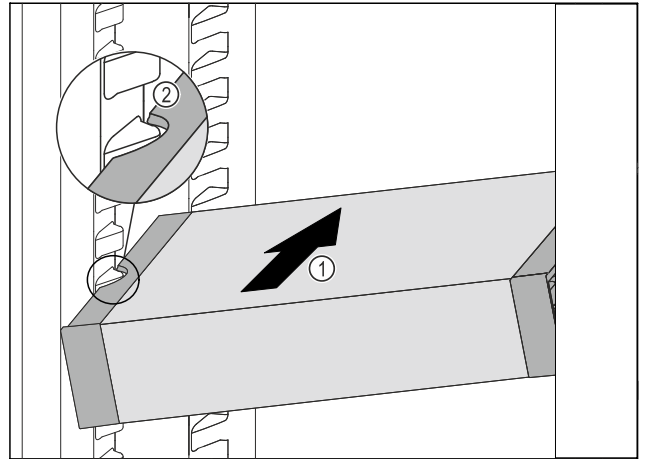

Fig. 114
► 将 VarioSafe 斜插入冷藏区中 Fig. 114 (1)，直至 VarioSafe 的侧部凹槽 Fig. 114 (2) 与冷藏区中的容器肋梁持平。